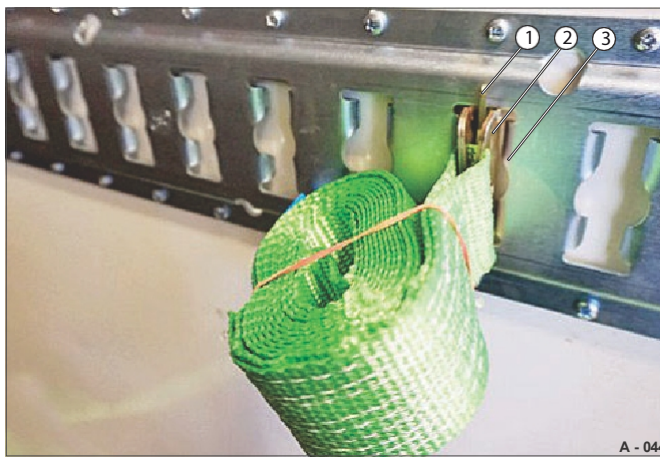

Fig. 44 Fastgørelse af spændebånd
- Tryk sikkerhedslåsen (Fig. 44/1) ind, og sæt indsatsstykket (Fig. 44/2) ind i den rektangulære rille (Fig. 44/3).